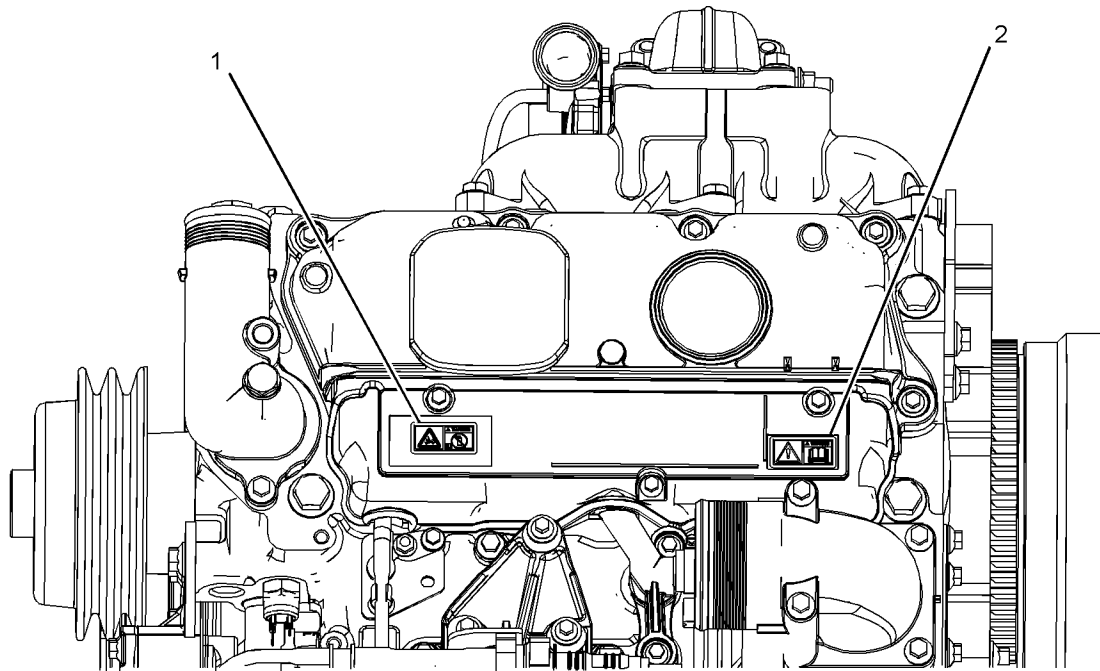

Ilustración 2
La etiqueta de Advertencia universal (2) está situada en el extremo trasero de la tapa del múltiple de admisión. Vea la ilustración 2.
La etiqueta de advertencia de éter (1) está situada en el extremo delantero de la tapa del múltiple de admisión. Vea la ilustración 2.